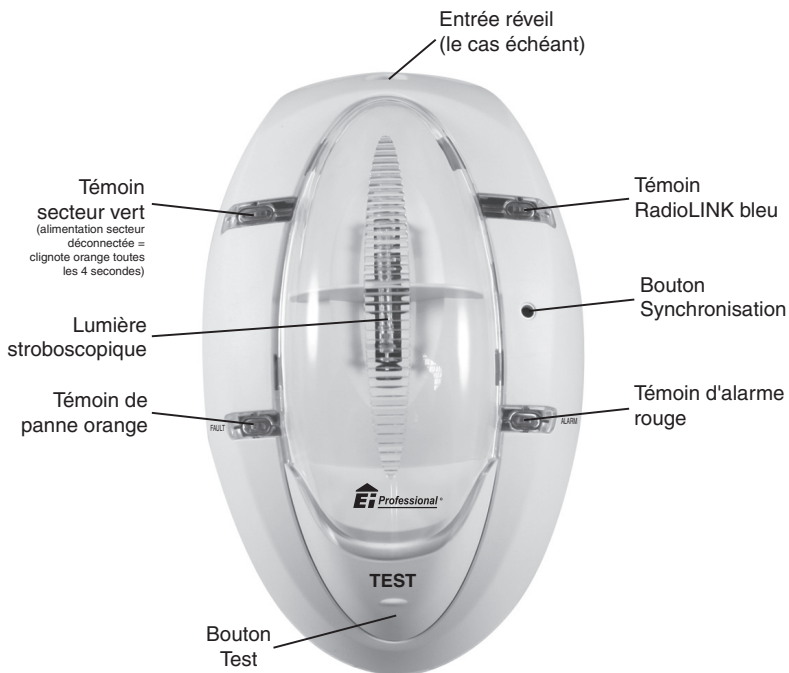

Figure 4
3.1.2 Appuyez sur le bouton Synchronisation de chacune des unités (voir leurs modes d'emploi respectifs pour connaître l'emplacement du bouton). Sur le module stroboscope, vous devez utiliser un tournevis (ou un outil similaire dont le diamètre à l'extrémité est inférieur ou égal à 3 mm) pour appuyer sur le bouton Synchronisation (voir figure 4 pour l'emplacement du bouton de Synchronisation).
Contrôlez l'état des témoins du module stroboscope comme suit (voir figure 4).
Prise "Entrée réveil" : Il est possible de connecter un signal de réveil (avec sortie 5 à 24 V CA ou CC, isolé électriquement de l'alimentation secteur) à cette prise d'entrée à l'aide d'une fiche mâle mono de 3,5 mm (voir figure 4). Lorsque le réveil se déclenche, le coussin vibrant s'active en continu (pas par pulsations) pour réveiller la personne, mais la lumière stroboscopique et les sorties auxiliaires restent inactives. L'utilisateur sait ainsi qu'il s'agit d'un signal de réveil et non pas d'une alarme incendie. Cette option lui permet donc d'utiliser le même coussin vibrant pour les deux fonctions.